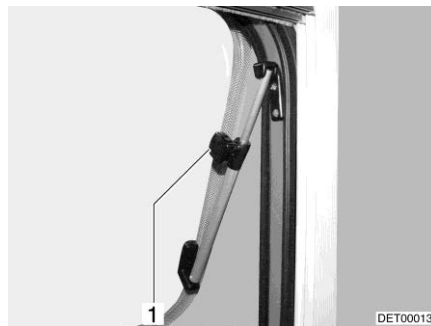

Fig. 70 Oblò con deflettori a rotazione, aperto
- Aprire l'oblò fino alla posizione desiderata e fissarlo mediante il pomello zigrinato (Fig. 70,1).
- Ruotare il pomello zigrinato (Fig. 70,1) fino a che l'arresto viene sbloccato.